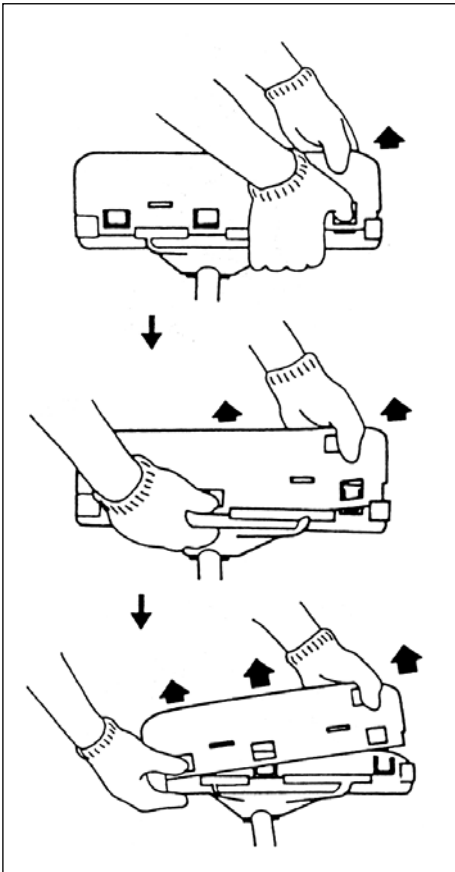

Рис. 1-9С
При использовании триммерной головки (2) с защитным приспособлением лезвия двухсекционного типа на защитное приспособление следует надевать насадку. (Рис. 1-9)